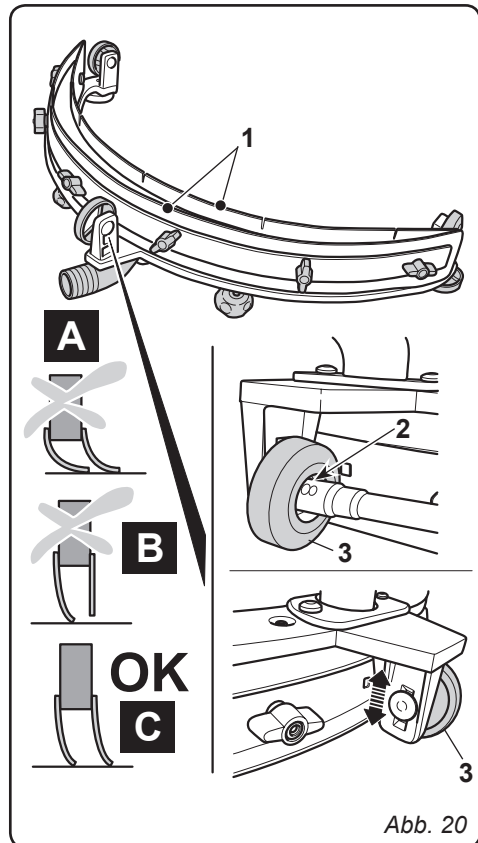

Abb. 20
11.1.g - Druckeinstellung der Wischergummis (Abb. 20)
- Den Druck kontrollieren, den die Wischergummis (1) auf dem Boden hinterlassen: Abb. A = zu starker Druck
11.1.h - Auswechslung der Sicherungen (nur Ausführung CB) (Abb. 20)